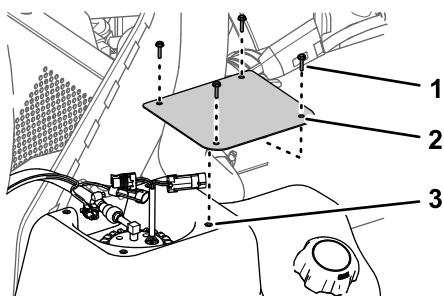

図 79
2. 燃料タンク部分で、カバーを燃料タンクに固定しているねじ#10 x 3/4"4本を外して、カバーを取り外す 図 79。